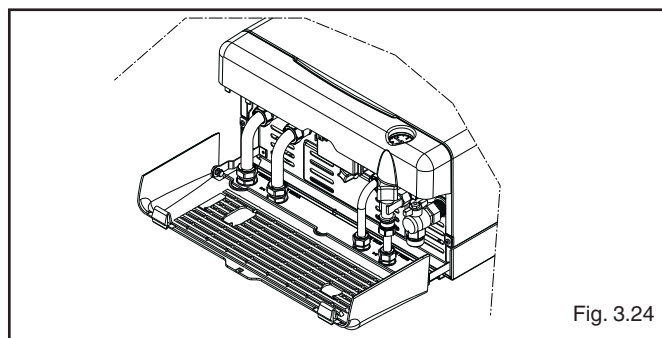

Fig. 3.24
- ruotare verso il basso (fig. 3.24).